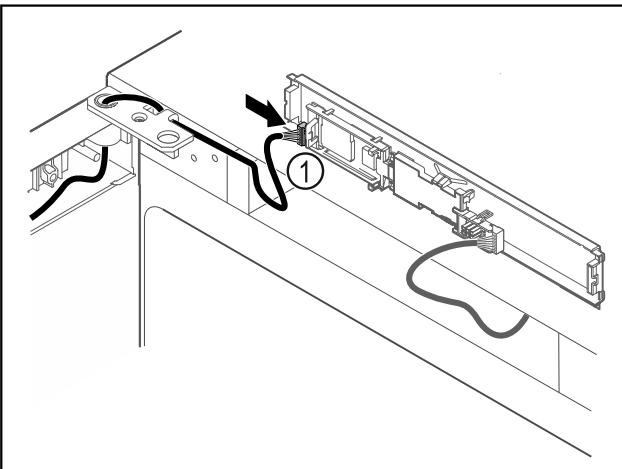

Fig. 60
► Introduceți fișa *Fig. 60 (1)* la placa electronică.